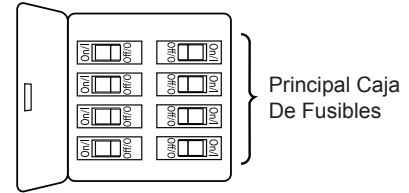

Figura 1
### Uso de perfil bajo (Figura 1)
1. Extraiga la pieza de la bola colgante de la unidad de la bola colgante / varilla aflojando el tornillo de presión de la bola colgante hasta que la bola se libere de la varilla. Retire el pasador del barral y luego extraiga la semiesfera. Conserve el pasador y la semiesfera para su reinstalación en el paso 6. (Figura 1)
Para evitar una posible descarga eléctrica, asegúrese de cortar la alimentación eléctrica de la caja de fusibles principal antes de colgar el ventilador. (Figura 1)
1. Para configurar el código de unidad del receptor. Deslice los interruptores de código a las mismas posiciones que en el transmisor. (Figura 1)
1. Instale la cubierta rotando la ranura clave en la cubierta sobre el tornillo de hombro del soporte del gancho, teniendo cuidado de no pillar los cables. Fije el tornillo de hombro. Instale adecuadamente y fije el segundo tornillo de hombro que fue anteriormente guardado. (Figura 1)
1. Deslice con cuidado las aspas a través de la ranura, como se muestra. Fije las cuatro palas correctamente usando las placas de las palas y los tornillos de cabeza dentada. (Figura 1)
1. Extraiga uno de los tres tornillos del soporte ubicado en la parte interior de la unidad del motor. Guárdelos para después y afloje levemente los otros dos tronillos. (Figura 1)
1. **IMPORTANTE:** El uso de un regulador de la intensidad completa (no incluido) para controlar la velocidad del ventilador dañará el dispositivo. Para reducir el riesgo de incendio o descarga eléctrica, no utilice dicho regulador para controlar la velocidad del ventilador. (Figura 1)